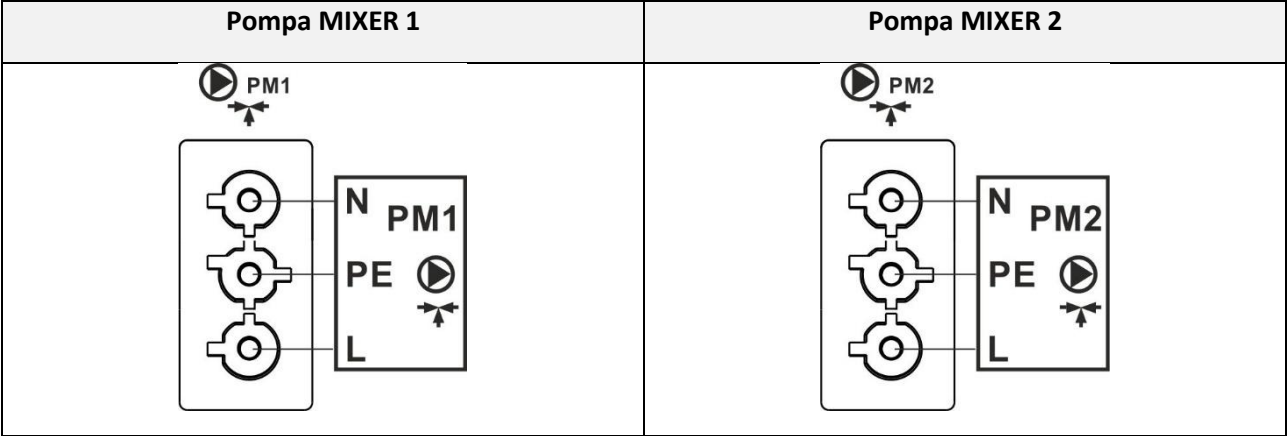

Figura 26. Schema elettrico del collegamento delle pompe MIXER
- Collegare la pompa del MIXER al regolatore tramite il connettore situato sulla parte superiore del quadro (vedi figura 26), secondo la documentazione tecnica del produttore della pompa.